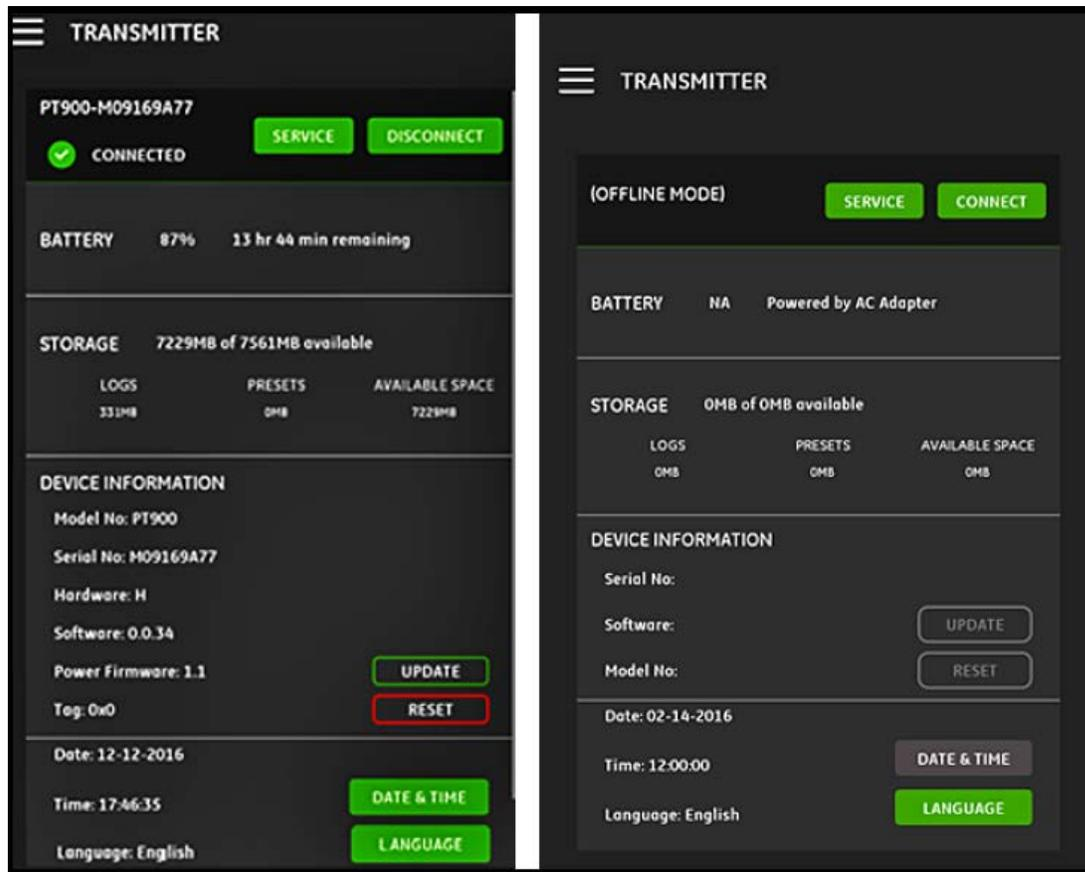

Рис. 103: Меню CONNECTED (ПОДКЛЮЧЕНО) (слева) и OFFLINE (АВТОНОМНО) (справа)
**Важно:** *Прежде чем создавать новый журнал регистрации, обязательно синхронизируйте установки времени передатчика и планшета, щелкнув кнопку DATE & TIME (ДАТА И ВРЕМЯ) в меню TRANSMITTER (ПЕРЕДАТЧИК) (см. Рисунок 103 на странице 92).*
1. Убедитесь в том, что установки времени передатчика и планшета синхронизированы настройкой времени передатчика в меню TRANSMITTER > DATE & TIME (ПЕРЕДАТЧИК > ДАТА И ВРЕМЯ) (см. Рисунок 103 на странице 92).
Если передатчик PT900 подключен (CONNECTED) к приложению планшета через Bluetooth, меню TRANSMITTER показывает информацию об устройстве (device information) для передатчика PT900, батареи и используемой памяти. Однако если соединение находится в состоянии OFFLINE (АВТОНОМНО), эта информация недоступна. См. примеры обоих возможных случаев на Рис. 103 ниже.
7. Перейдите в меню TRANSMITTER (ПЕРЕДАТЧИК) (см. Рисунок 103 на странице 110) и проверьте, что информация об устройстве правильная.